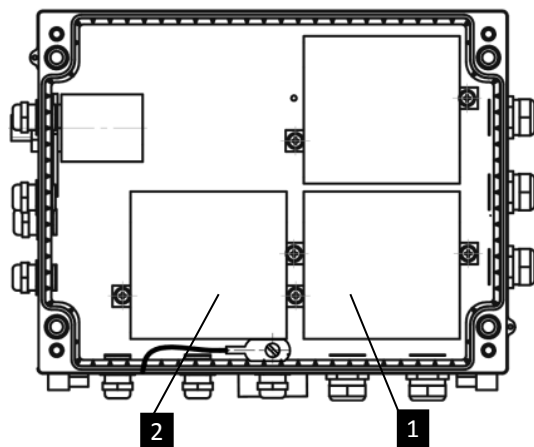

Рисунок 23
- 4 Открутите винты с крышки, которая закрывает батареи (рисунок 23: **1** или **2**) и откройте ее.
- 10 Установите крышки батарей (рисунок 23: **1** или **2**) с помощью винтов